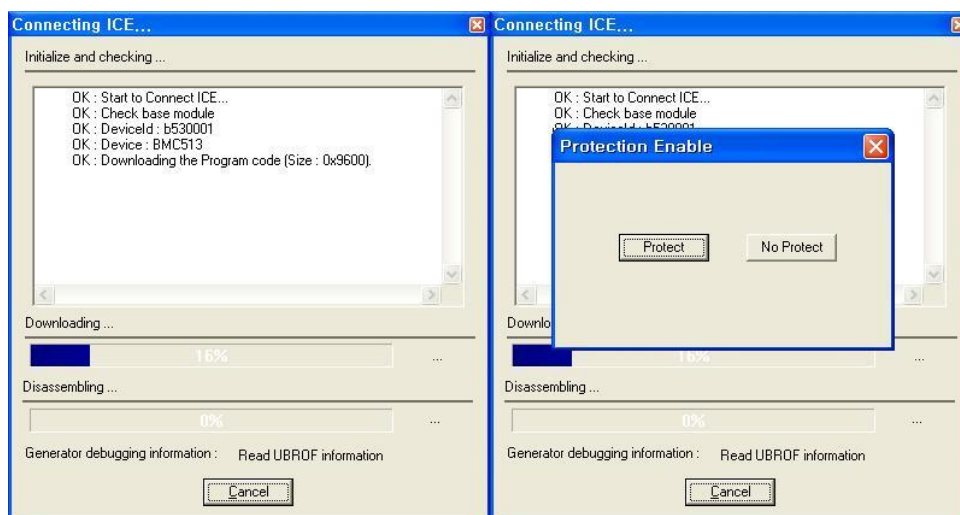

FIGURE. 48
- RDP 가 활성화 되어있다면, Figure.48 과 같이 Download 후 Protection 여부를 선택하는 창이 나온다. 이때 Protect 를 선택하면 Debugging Mode 로 진입할 수 없다. Debugging Mode 진입 후 각 창의 기능은 PowerStudio manual 참고.